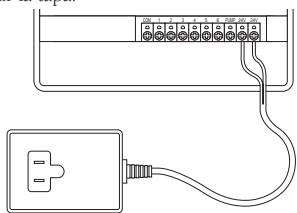

ILUSTRACIÓN 16: CONEXIÓN DEL TRANSFORMADOR
- Podría ser necesario abrir el terminal para poder insertar los cables o extraerlos. Para hacerlo, apriete el tornillo con un destornillador Phillips hasta que el cable esté seguro [Vea la ilustración 16].